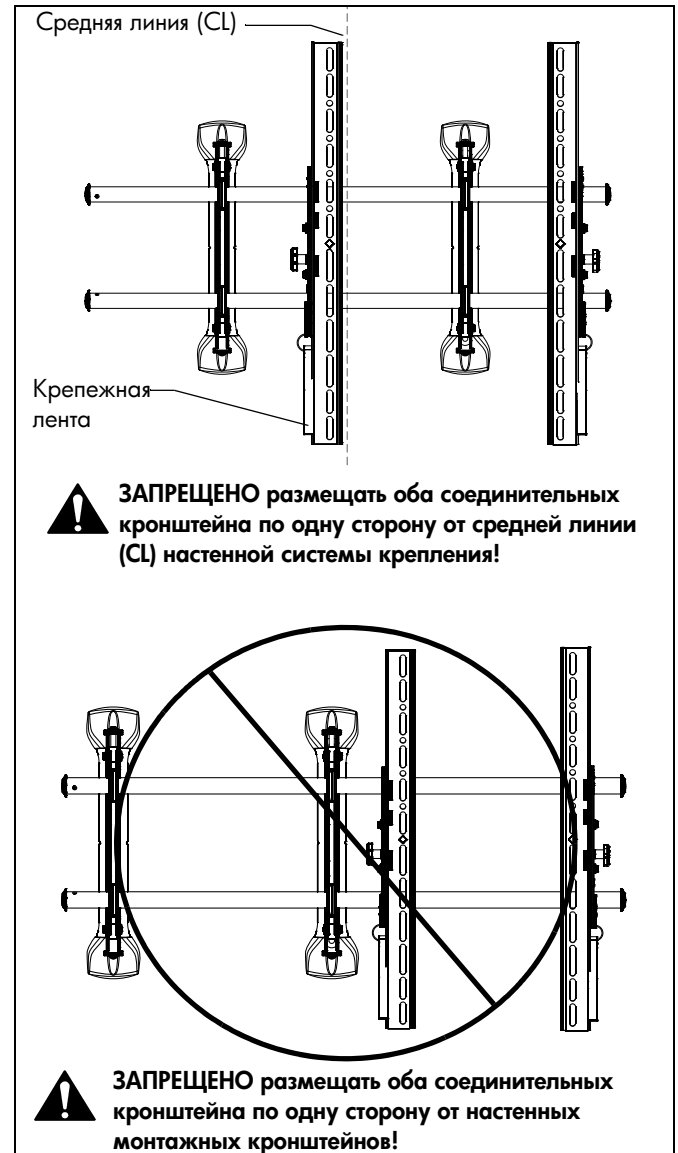

рис. 8
2. Отрегулируйте длину крепежной ленты Velcro® (при необходимости) так, чтобы она не выступала за нижний край экрана. (См. рис. 8)
**ПРИМЕЧАНИЕ.** ЗАПРЕЩЕНО размещать оба соединительных кронштейна по одну сторону от средней линии настенной системы крепления! (См. рис. 8)
**ПРИМЕЧАНИЕ.** ЗАПРЕЩЕНО размещать оба соединительных кронштейна по одну сторону от настенного монтажного кронштейна. (См. рис. 8)